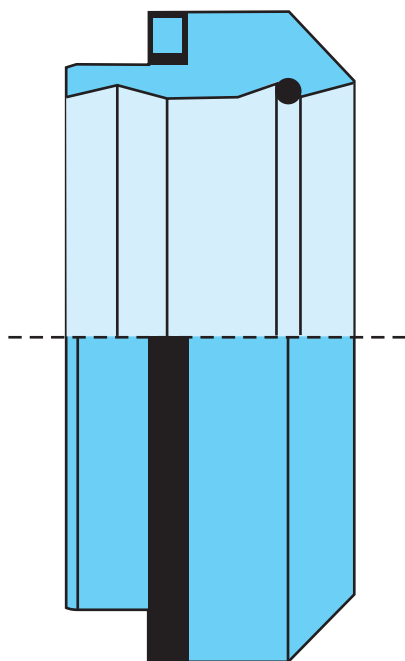

图1
b1) 弯管的最短直线距离：至少是螺母TN81 (H)高度的2倍距离（见图1）